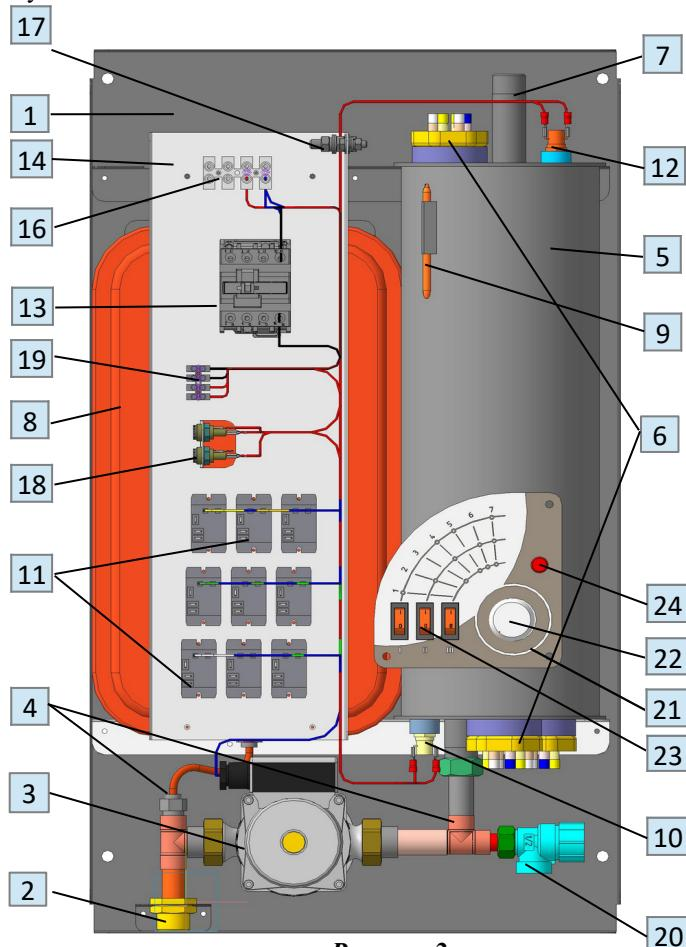

Рисунок 2
6.4.3 Зажим винтовой XT2 (19) (рисунок 2) предназначен для подключения внешнего термостата, ведущего котла или системы управления отоплением MY HEAT GSM, MY HEAT SMART или их аналогов. Отключение нагрева можно реализовать подключением нормально замкнутого датчика (разрывающего цепь напряжением до 230 В при достижении требуемой температуры) к контактам зажима винтового XT2 "Датчик температуры воздуха". Дополнительно, подключение контактов контроллера в соответствии с рисунком 10 к клеммам «Сигнал отказ» позволяет владельцу прибора получить сигнал об аварийном отключении.